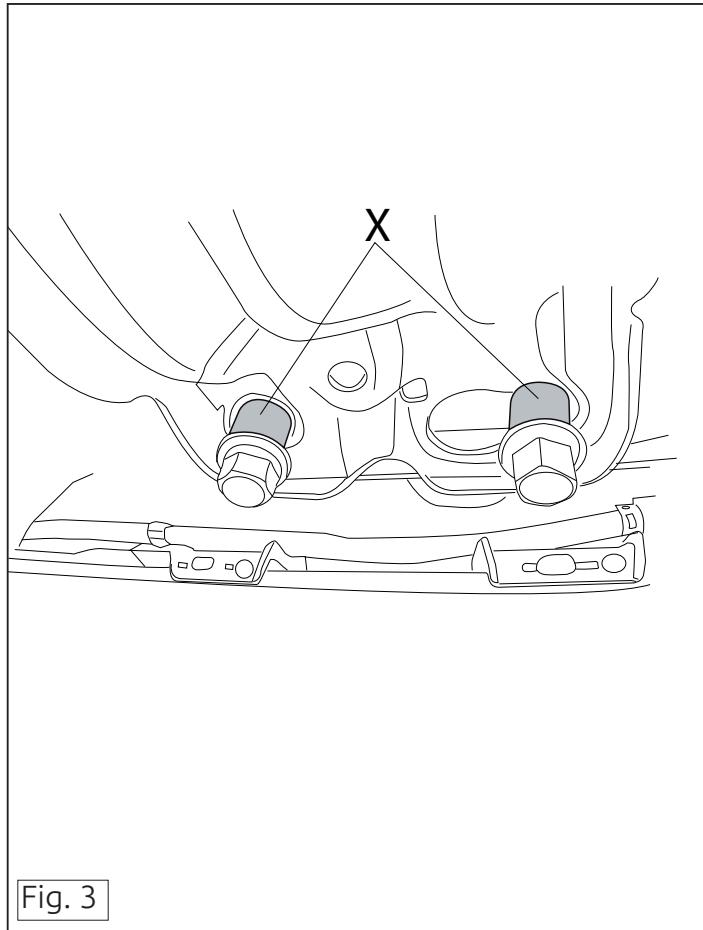

Fig. 3
10. Собирать запасное колесо. (см. рис. 3).